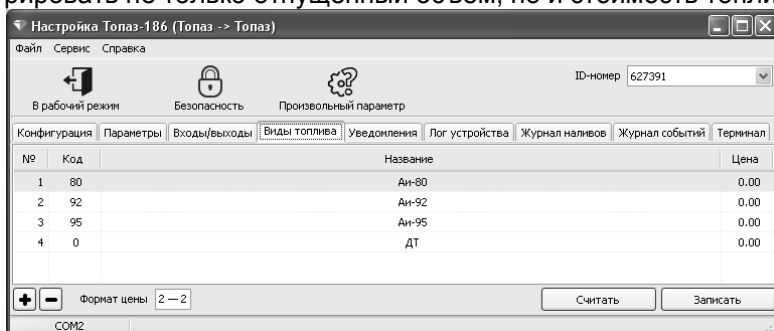

Рисунок 5
8.3 Настройка соответствия видов топлива кошелькам в базе данных производится на вкладке "Виды топлива" (рисунок 5).